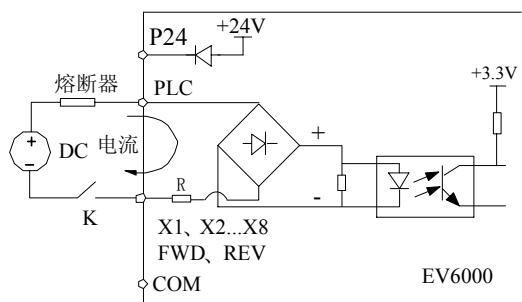

图4-18 使用外部电源的连线方式
2) 使用外部电源(要求电源必须满足 UL CLASS 2 标准,并需要在电源与接口加 4A 的熔断器),接线方式如图 4-18(注意去除 PLC 与 P24 端子间的连接线)。